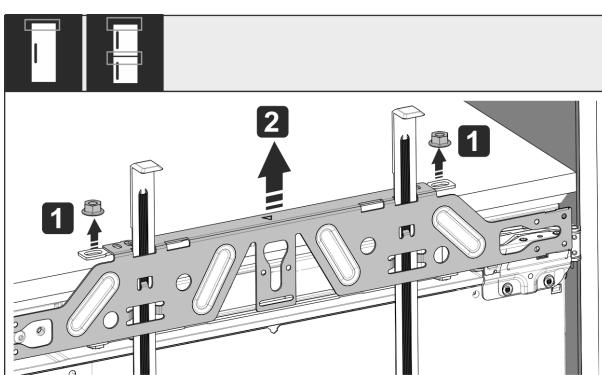

Fig. 58
- Открутите контргайки Fig. 58 (1).
- Снимите крепежную поперечину Fig. 58 (2).